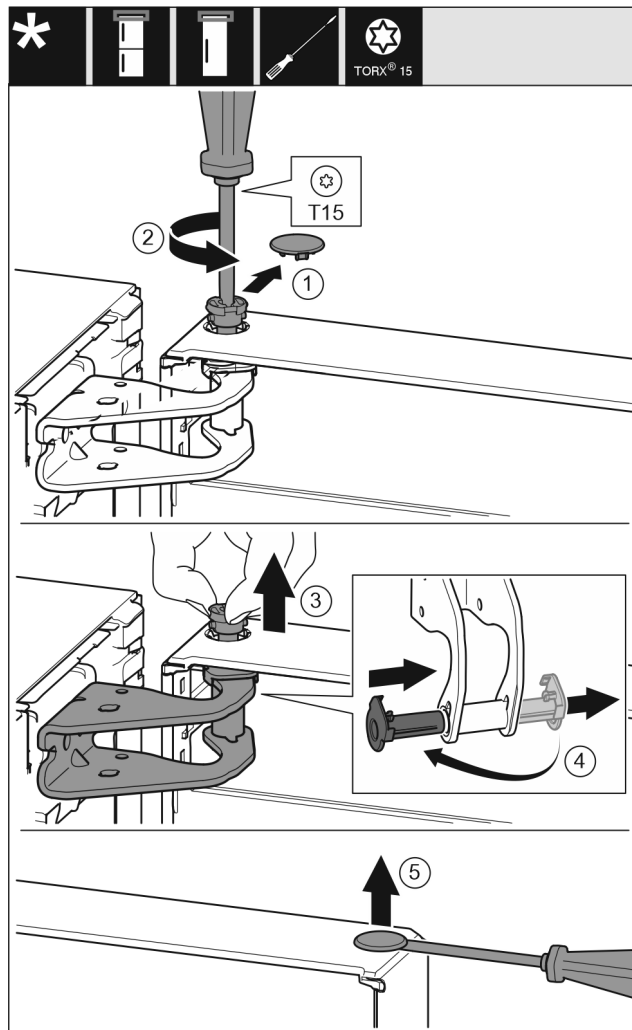

Fig. 9
- ▶ Nxirrni me kujdes kapakun mbulues të siguresës. Fig. 9 (1)
- ▶ Lironi paksa bulonin me një kaçavidë T15. Fig. 9 (2)
- ▶ Mbani derën fort dhe nxirrni jashtë bulonin me gisht. Fig. 9 (3)
- ▶ Nxirrni jashtë nga foleja udhëzuese manikotat e kapjes. Futni në vend ato të anës tjetër dhe mbërthejini në vend. Fig. 9 (4)
- ▶ Ngrini lart me kujdes me një kaçavidë tapat nga manikotat e kapjes së derës dhe nxirrni jashtë. Fig. 9 (5)